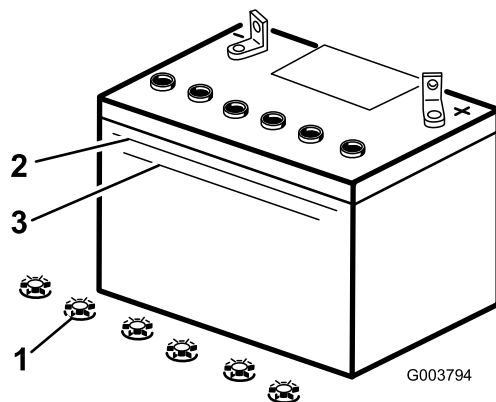

Рисунок 31
3. Посмотрите на боковую стенку аккумулятора. Уровень электролита должен доходить до верхней линии (Рисунок 31). Следите, чтобы уровень электролита не опускался ниже нижней линии (Рисунок 31).
3. Снимите крышки заливных горловин аккумулятора (Рисунок 31).
4. Медленно залейте дистиллированную воду во все элементы аккумуляторной батареи так, чтобы уровень электролита достиг верхней линии (Рисунок 31) на корпусе аккумуляторной батареи.
5. После заполнения элементов аккумуляторной батареи подождите пять–десять минут. В случае необходимости добавьте дистиллированную воду, доведя уровень электролита до верхней линии (Рисунок 31) на корпусе аккумулятора.